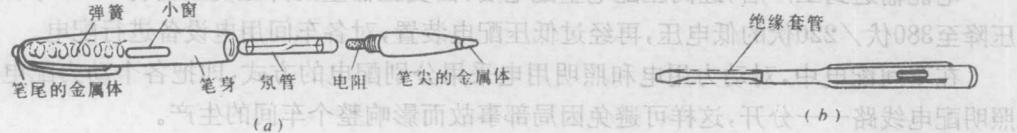

图2—1 低压验电器
① 低压验电器 低压验电器又称测电笔(简称电笔)，有钢笔式和螺丝刀式(又称旋凿式或起子式)两种。如图2—1所示。
钢笔式低压验电器由氖管、电阻、弹簧、笔身和笔尖等组成，如图2—1(a)所示。